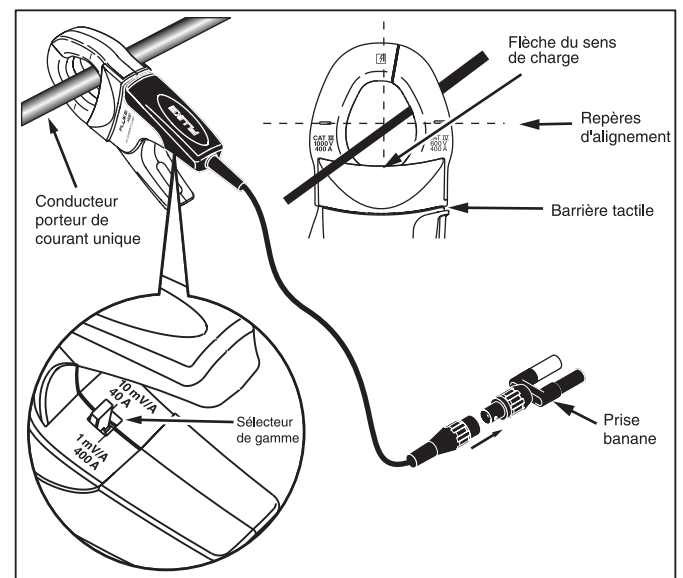

Figure 1. Installation de la pince i400s
- Ne pas tenir la pince ampérimétrique au-dessus de la barrière tactile, voir la figure 1.
Pour utiliser la pince i400s, consultez la section « Conseils de mesures » et la figure 1 :
**Pour éviter tout choc électrique ou blessure personnelle, gardez les doigts derrière la barrière tactile, voir Figure 1.**